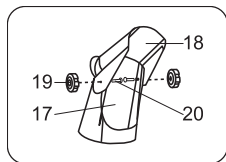

рис. 5
Совместите отверстия дефлектора (18) с отверстиями на выпускном желобе (17). Установите винты с полукруглой головкой (20) и закрепите гайкой (19) с двух сторон (см. рис. 5).